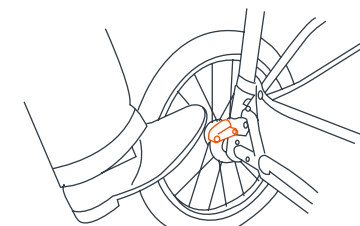

Fig. 11
- 11) • Para aplicar los frenos, ejerza una ligera presión hacia abajo a la palanca del freno situada en cada rueda trasera. El carrito podría requerir un leve movimiento hacia delante o hacia atrás para alinear los dientes del freno con el piñón del freno de cada rueda (Fig. 11).